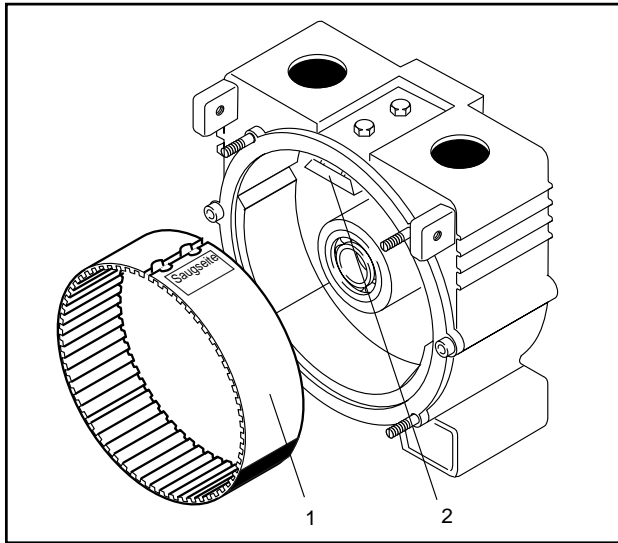

Abb. 13 1 Trennteil
2. Das neue Trennteil, mit der Verzahnung nach innen, in den Trennteilhalter einlegen (Abb. 13).